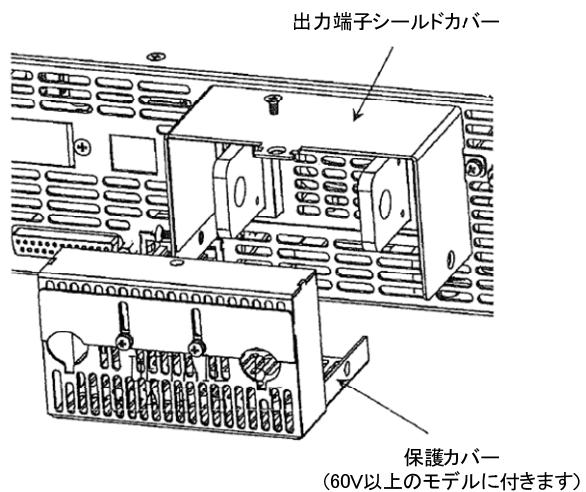

図 2-19 出力端子用シールドカバーの取付け
- ◆ バスバーのシールドカバーを筐体に取付ける場合は、下図 2-19 を参照してください。